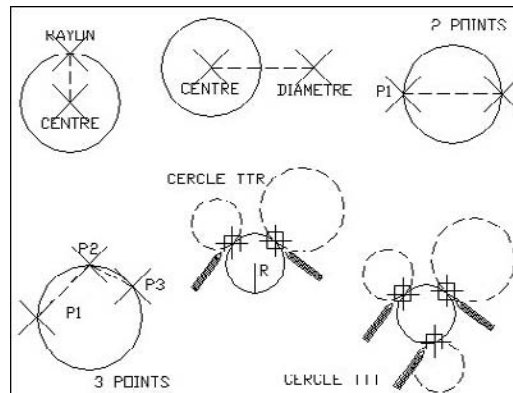

Fig.4.33
- 1 Exécuter la commande de dessin d'un cercle à l'aide d'une des méthodes suivantes (fig.4.33) :